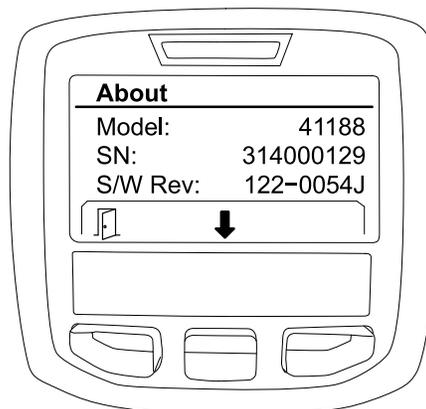

Рисунок 37
- Используйте среднюю кнопку выбора, чтобы перейти к позициям экрана About (Сведения о машине) (Рисунок 37).